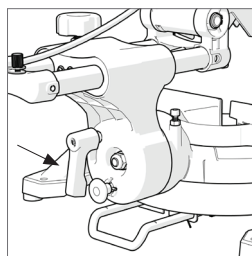

Рис. 33
- Ослабьте фиксатор установки вертикального угла (**рис. 33**).